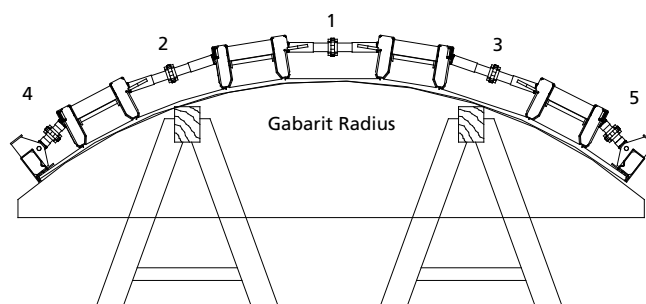

Fig. 7.1
2. Procéder au réglage du cintre. Pour cela, serrer les broches une à une en suivant l'ordre indiqué par les Fig. 7.1 et 7.2.